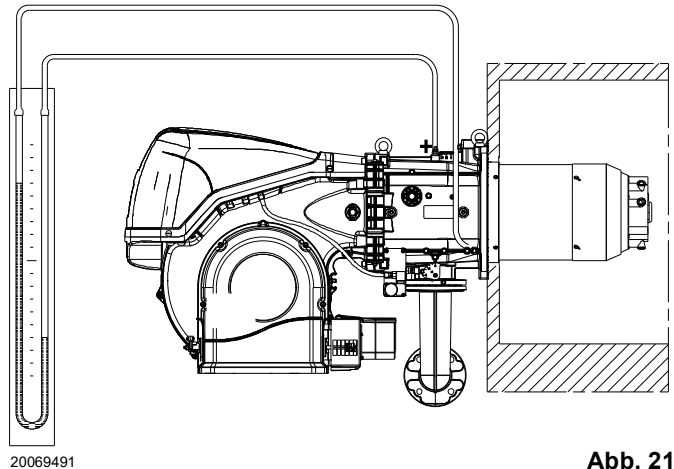

Abb. 21
- Ein U-Rohr-Manometer oder einen Differenzdruckmesser (Abb. 21) mit Anschluss (+) am Gasdruck der Muffe und (-) in der Brennkammer montieren. Hiermit wird die ungefähre MAX.-Leistung des Brenners anhand der Tab. L ermittelt.
Das U-Rohr-Manometer (Abb. 21) zeigt den Gaseintritt an der Muffe an.